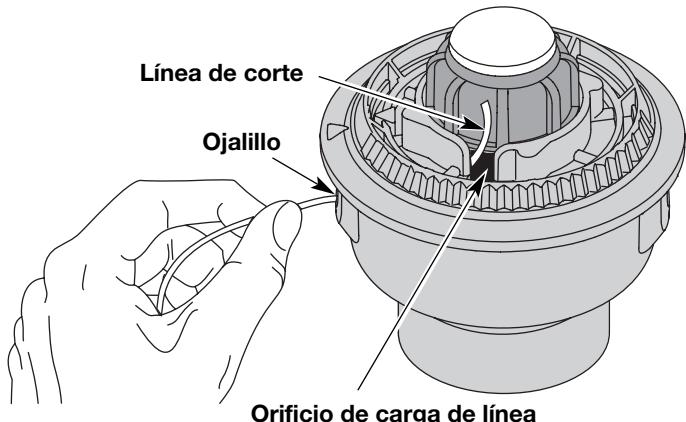

Fig. 18
3. Saque la línea vieja por los orificios de carga y de cierre de línea (Fig. 18 y 19).
carga del carrete interior (Fig. 18). No doble la línea al insertarla en el ojalillo.